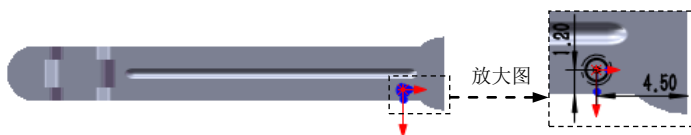

图 15.3.36 编辑草图
(4) 编辑草图, 如图 15.3.36 所示。退出草图环境, 完成成形特征 4 的创建。